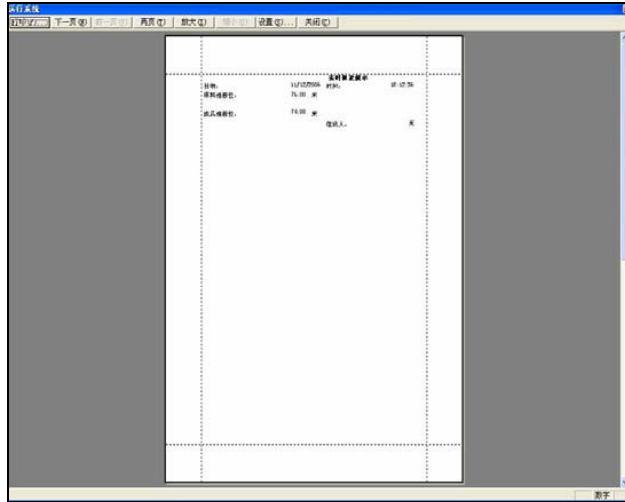

图 5-12 实时数据报表打印预览运行演示
(3) 单击“确认”按钮关闭命令语言编辑框。
(4) 当系统处于运行状态时，页面设置完毕后，单击此按钮，系统会自动隐藏组态王的开发系统和运行系统窗口，并进入打印预览窗口，如图 5-12 所示。